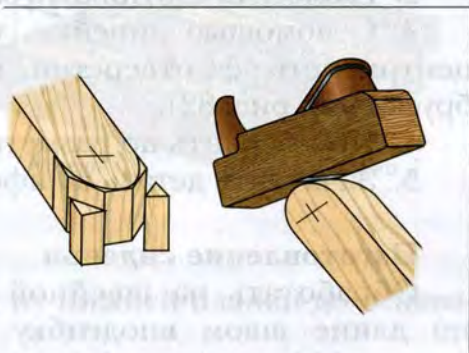

Рис. 83. Закругление рубанком нижней части ножки
4. Сделать рубанком закругление $R 15$ в нижней части ножки, предварительно отпилив углы бруска (рис. 83).